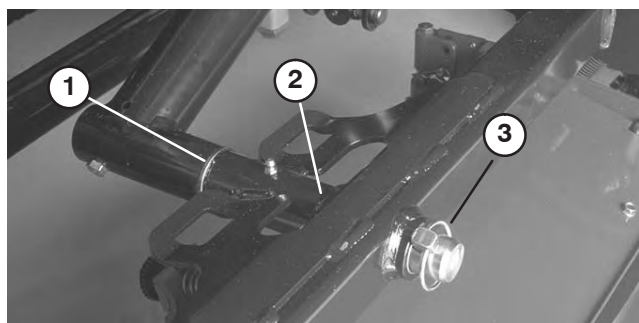

Figure 15
- Glissez le bâti porteur du plateau de coupe sur la tige de pivot et fixez l'ensemble avec une goupille à anneau (Fig. 15).